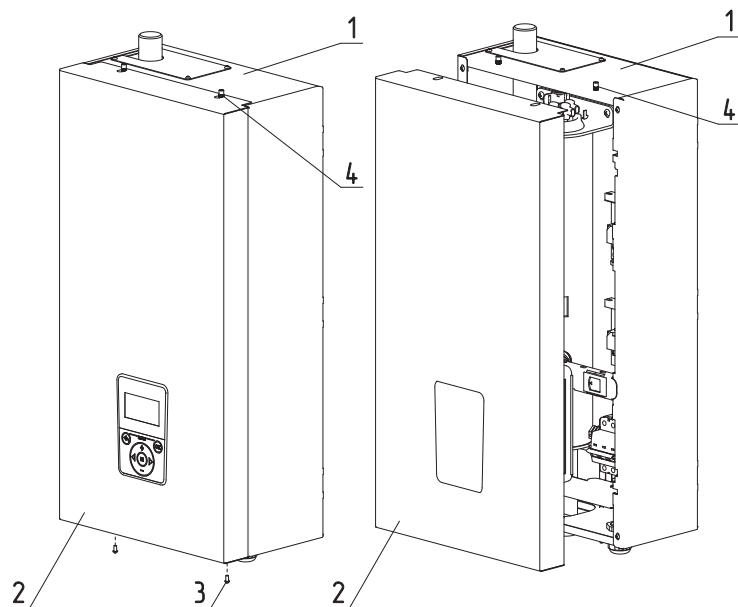

Рис.14 Снятие кожуха
- выкрутить болты крепления (**Рис.14, поз.3**);
- переместить кожух вверх, сняв с зацепов (**Рис.14, поз.4**);